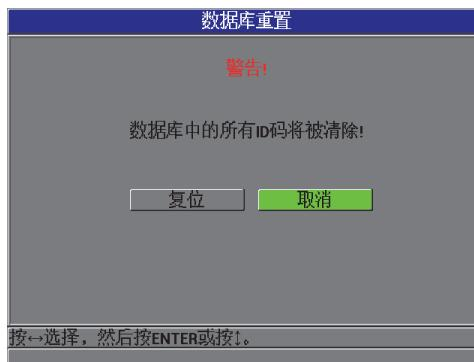

图 7-13 数据库重置 — 警告信息
2. 在复位子菜单中，选择**数据库**，会显示**数据库重置**警告信息（参见第 117 页的图 7-13）。